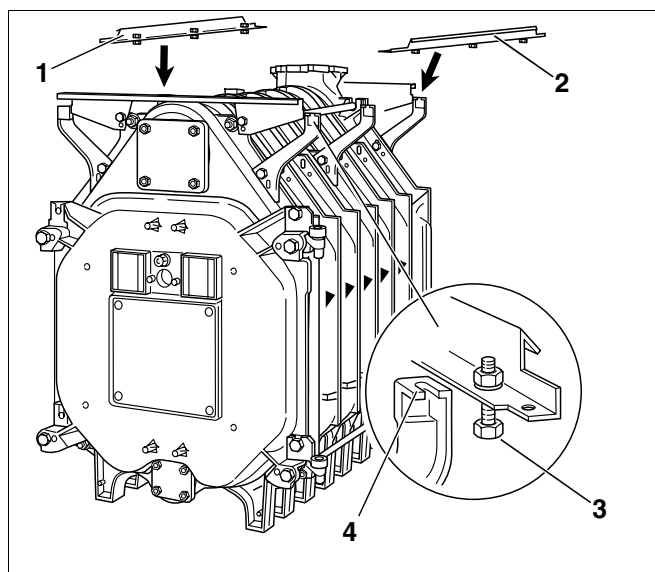

Рис. 38 Установка продольных планок
- Положить продольные планки (рис. 38, **поз. 1** и **2**) на оба кронштейна на передней и задней секциях.
- Вставить предварительно установленные на продольных планках болты (рис. 38, **поз. 3**) в выемки кронштейнов (рис. 38, **поз. 4**) и закрутить их.